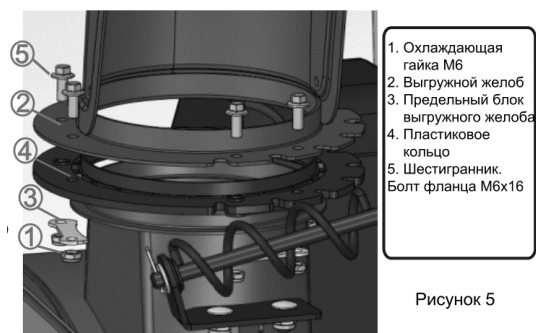
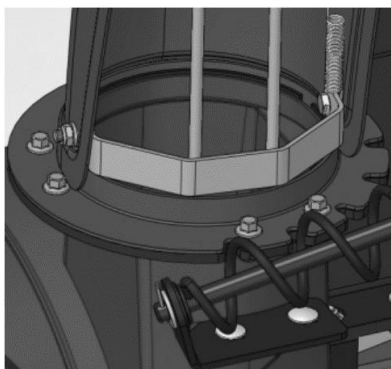

Рисунок 5
Рисунок 6
Установите 1 кусок разгрузочного желоба через направляющий цилиндр и закрепите его 3-мя частями предельного блока (3). Используйте 6 штук шестигранного болта (5) и 6 штук фиксирующего болта (1) для их блокировки (см. Рис. 5, рис. 6).